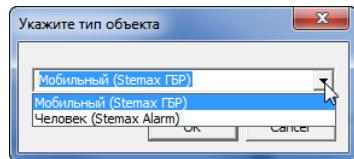

Рисунок 14.13 — Окно Укажите тип объекта
- 3.2. При связывании мобильного объекта (ГБР) или объекта типа *Человек* с карточкой мобильного устройства откроется окно *Укажите тип объекта* (см. рисунок 14.13), в котором необходимо выбрать тип связываемого объекта.